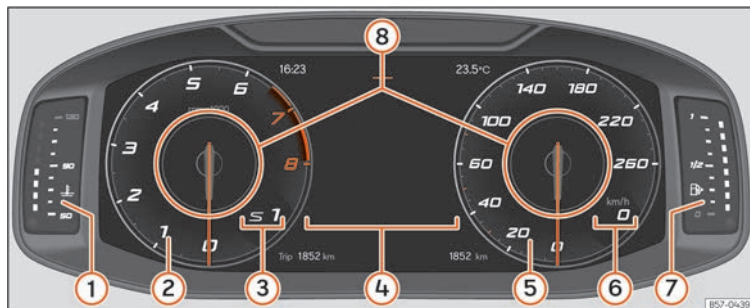

Abb. 55 SEAT Digital Cockpit in der Schalttafel (klassische Ansicht).
In allen Ansichten können die angezeigten Informationen in den **Informationsprofilen** » **Abb. 55** ⑧ personalisiert werden.
Die Zeiger der Umdrehungen pro Minute und der Geschwindigkeitsmesser werden über die gesamte Länge angezeigt  **Abb. 55**.